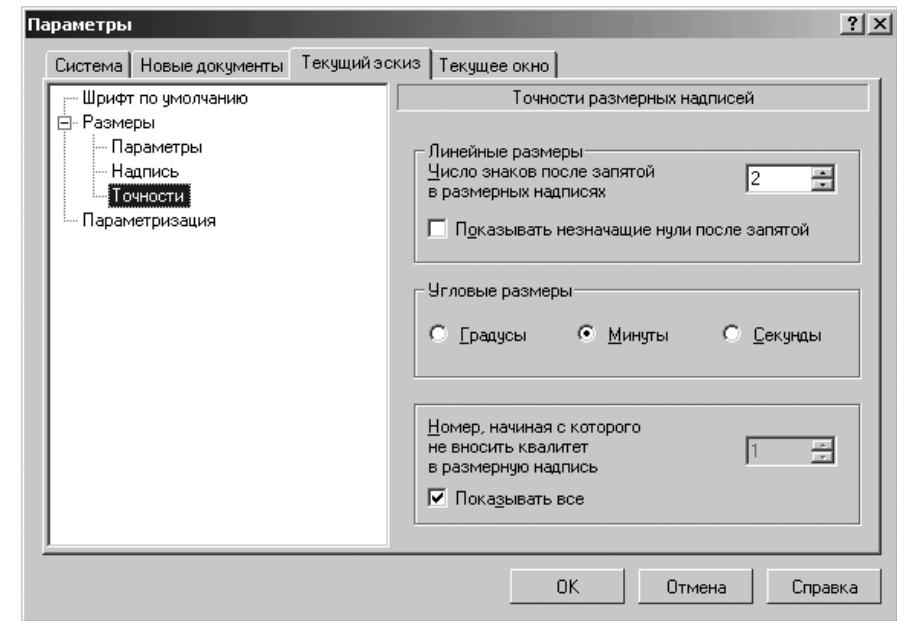

Рис. 2.151. Диалоговое окно **Параметры** с открытой вкладкой **Текущий эскиз** и панелью **Параметры размерной надписи**
- щелкните по пункту **Размеры**, а затем по пункту **Точности**. В правой части появится панель **Точности размерных надписей**, показанная на рис. 2.151.